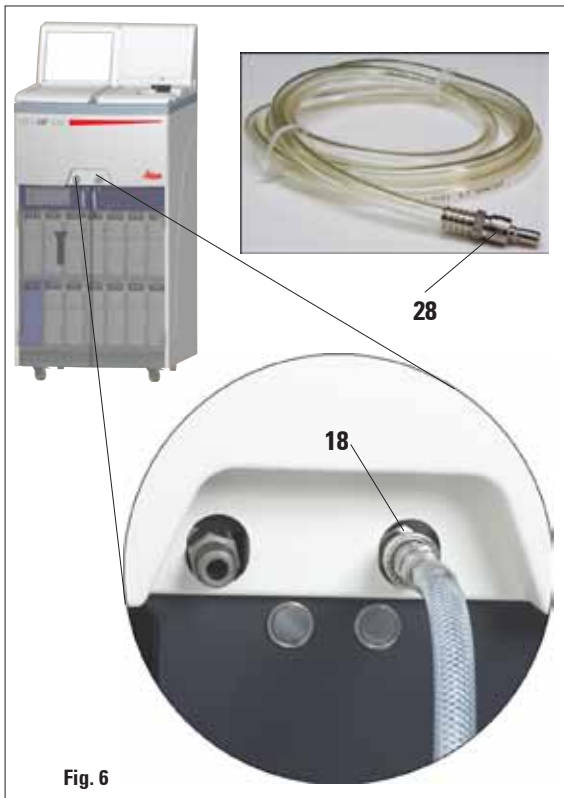

Fig. 6
- Conecte a mangueira de enchimento/drenagem remota ao conector remoto de drenagem na frente do aparelho (consulte Fig. 6).